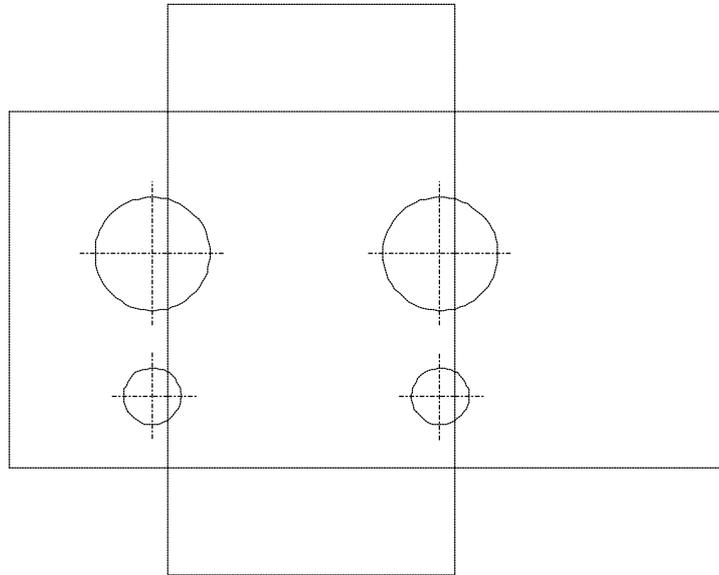

Abbildung 10.2: Einstiegsbeispiel für verdeckte Linien
Einleitend wird ein einfaches Beispiel (Abbildung 10.2) zum Erstellen einer Geometrie unter Vergabe von Z-Werten vorgestellt, woran die generelle Vorgehensweise zum Erstellen verdeckter Linien verdeutlicht werden soll.
5. Zeichnen des Lochbleches, wie in Abbildung 10.2 über **[ERSTELL]**.
5. Zeichnen der Geometrie wie unter Abbildung 10.2 über [**ERSTELL**].